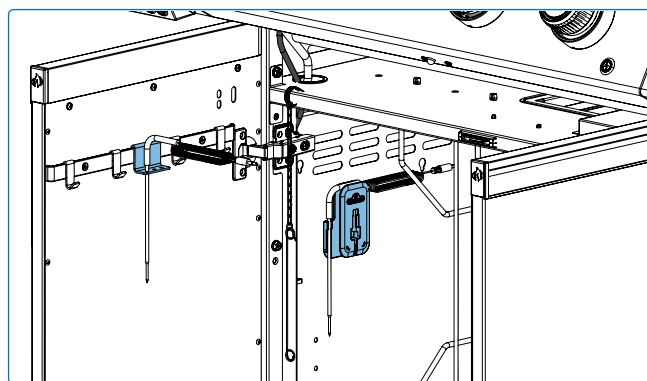

Abb. 10
- Bewahren Sie die Drehspieß-Teile in den Halterungen im Unterschrank und den Spießstab an der Grillrückseite auf. Lagern Sie alles sauber und trocken, um Schutz vor Witterung und Korrosion zu gewährleisten. **(Abb. 10&11).**